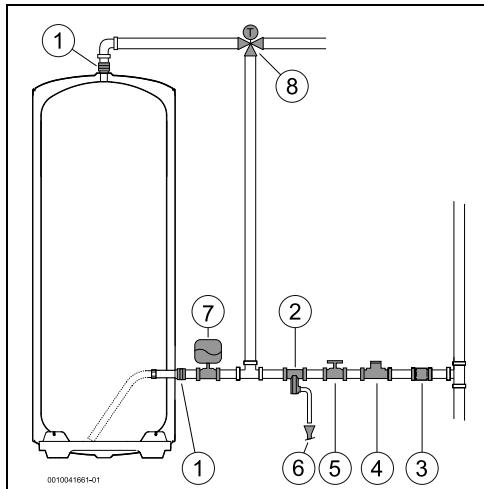

Fig. 7 Conexión de agua (300)
- Cerrar la válvula de cierre de agua (→ fig. 7, [5]).
- En caso de usar tubos PEX, instalar una regulación termostática (fig. 7, [8]) en la tubería de salida del aparato. Ajustarla para cumplir con el rendimiento del material usado.
- instalar una válvula de reducción de presión (Fig. 7, [4]). La válvula de seguridad se activará siempre que la presión del agua en el aparato sea superior a 8 bar ($\pm 0,5$ bar), en este caso deberá existir la posibilidad de desviar el agua.
- instalar un vaso de expansión (Fig. 7, [7]) para evitar que la válvula de seguridad se abra con tanta frecuencia. El volumen del vaso de expansión debe ser equivalente al 5% del volumen del dispositivo.